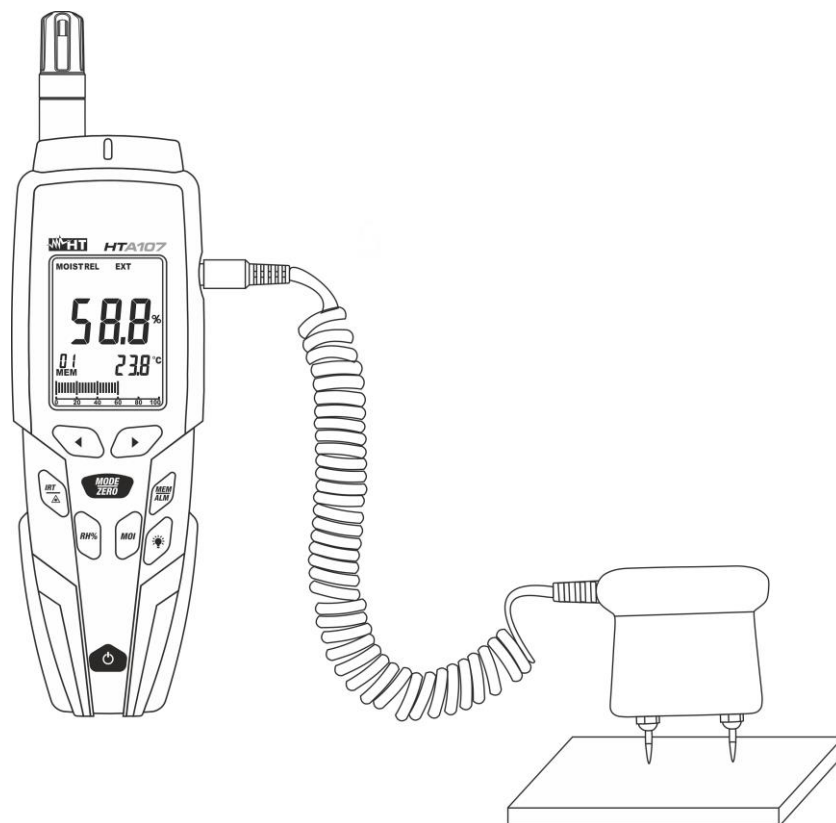

Fig. 9: Uso do instrumento para a medição da humidade por contacto com sonda externa
5. Apoiar os terminais da sonda na superfície do material em teste (ver Fig. 9). O valor da humidade relativa é apresentado no display principal. O valor da temperatura do ar é apresentado no display secundário.